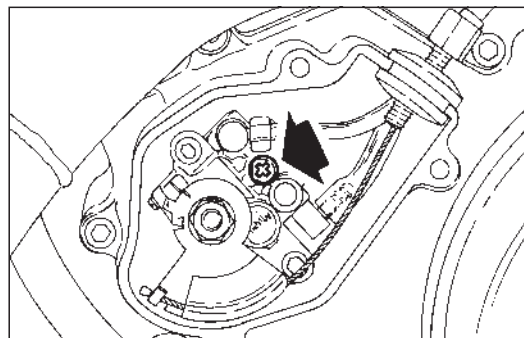

Fig. 12
- ◆ Svitare la vite di spurgo (Fig. 12), far defluire l'olio e far scomparire completamente le bolle d'aria dal tubo di alimentazione, quindi serrare la vite stessa.
- ◆ Registrare il cavo della pompa dell'olio con acceleratore al minimo, facendo coincidere le due tacche poste sul corpo e sulla leva della pompa (Fig. 12).